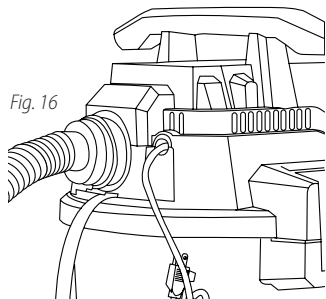

Fig. 16
**Fig. 16.** Ne serrez pas trop. En raison de la puissante force de l'air lors de l'utilisation de certains accessoires, il faut être prudent lors de l'utilisation en tant que souffleur **4**.